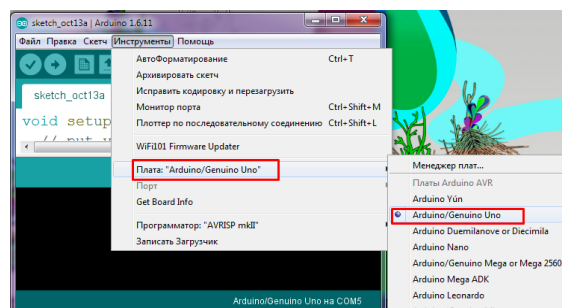

Рисунок 4
- 1 Вибрати потрібну плату Arduino UNO (рисунок 4).